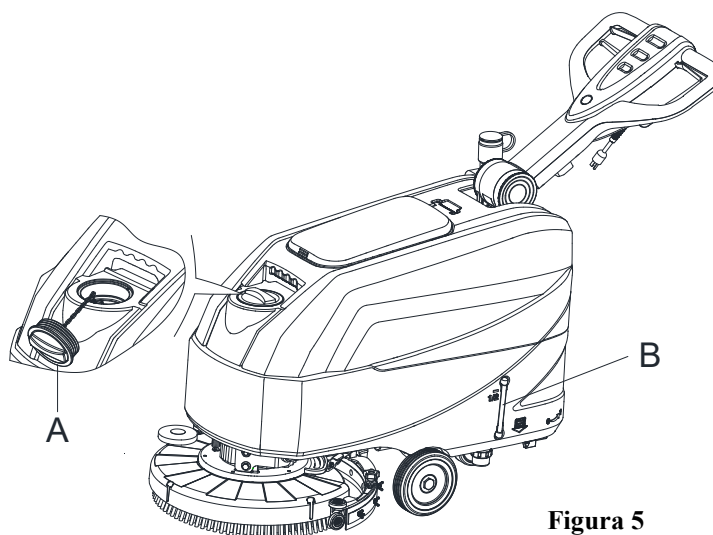

Figura 5
1. Abra a tampa de entrada de água (A, Figura 5).
3. Não encha o tanque em demasia; consulte o volume de água no indicador do nível de água (B, Figura 5).